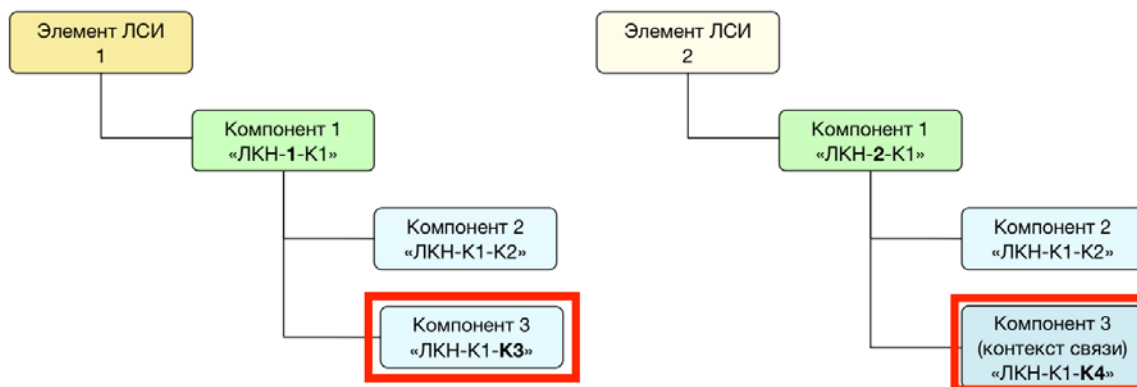

Рис. 10-20 – ЛКН компонента в случае задания контекста связи (справа)
– чтобы компонент, входящий в состав одной и той же сборки, установленной в разных местах ЛСИ, имел разное значение ЛКН, необходимо создать для него контекст связи (рис. 10-20). Под контекстом связи понимают место в ЛСИ, где установлена сборка, в которую входит рассматриваемый компонент. В приведенном примере «Компонент 3», входящий в состав сборки «Компонент 1», для контекста связи «Элемент ЛСИ 2» имеет значение ЛКН, отличное от «Компонента 3» при установке сборки «Компонент 1» в «Элемент ЛСИ 1» (в отличие от «Компонента 2», для которого контекст связи не задан).